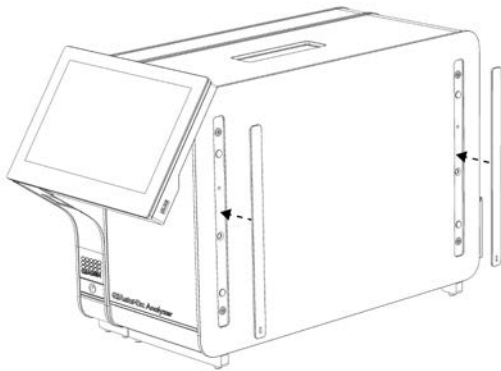

Figura 7. Reatașarea capacei de protecție.
4. Atașați la loc capacele de protecție pe partea laterală a modului analitic (Figura 7).